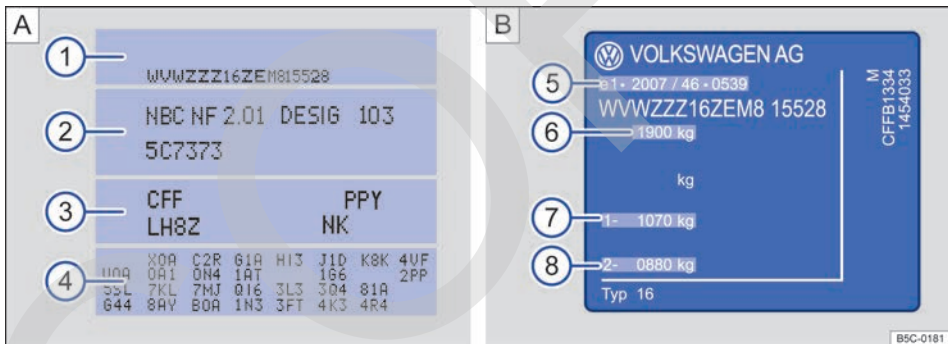

Fig. 196 **A** Portadatos del vehículo: en la figura, por ejemplo, con letras distintivas del motor CFFB **B**
El adhesivo portadatos del vehículo → **fig. 196 A** va pegado en el lado interior de la cubierta del manual de instrucciones y en el maletero, en la zona de la cavidad de la rueda de repuesto. En él figuran los siguientes datos:
- ① Número de identificación del vehículo (número de bastidor)
- ② Tipo de vehículo, potencia del motor y caja de cambios
- ③ Letras distintivas del motor y del cambio, referencia de la pintura, equipamiento interior. En el ejemplo las letras distintivas del motor son "CFFB" → **fig. 196**.
- ④ Equipamientos opcionales, números PR
La placa de modelo → **fig. 196 B** se encuentra en la parte inferior del montante de la puerta del conductor. Se ve abriendo esta puerta. Los vehículos destinados a determinados países no llevan placa de modelo.